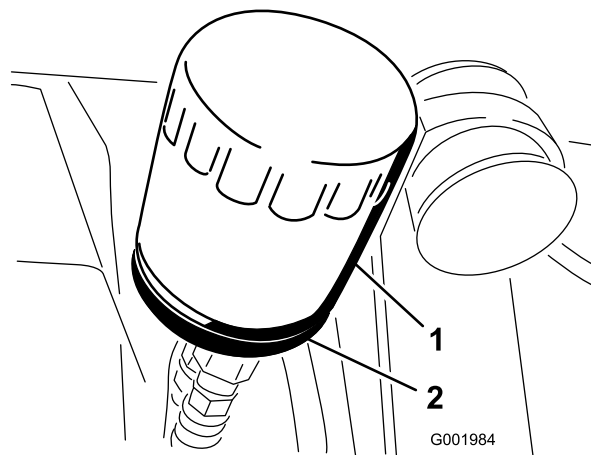

Figura 50
- Retire el filtro de aceite (Figura 50).
- Instale el filtro de aceite nuevo en el adaptador del filtro. Gire el filtro en el sentido de las agujas del reloj hasta que la junta de goma entre en contacto con el adaptador del filtro, luego apriete el filtro 1/2 de vuelta más (Figura 50).